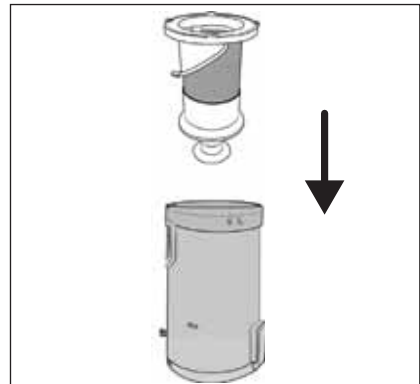

Abb. 23
① Hinweis
- 6) Setzen Sie den Edelstahlfilter **6** in den Staubbehälter **7** ein und drücken Sie ihn ganz nach unten (siehe Abb. 23). Achten Sie dabei auf die unterschiedlich großen Arretierungen am Edelstahlfilter **6**. Der Edelstahlfilter **6** kann durch diese Arretierungen nur in einer Position in den Staubbehälter **7** eingesetzt werden.